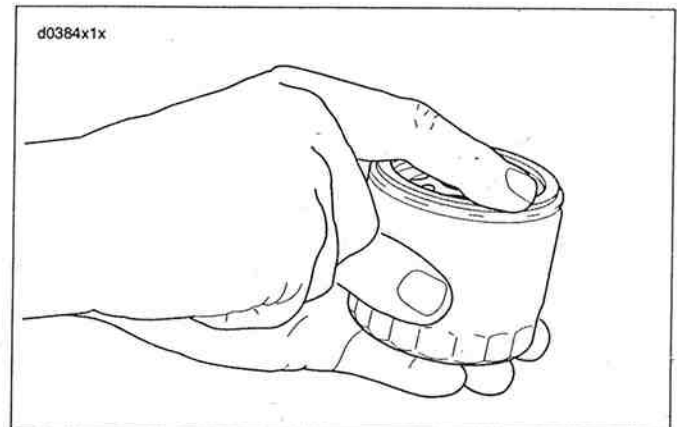

Figura 1-7. Lubricación de la junta del filtro de aceite nuevo
3. Vea la Figura 1-7. Aplique una capa de aceite limpio de motor Harley-Davidson 20W-50 a la junta del filtro de aceite.